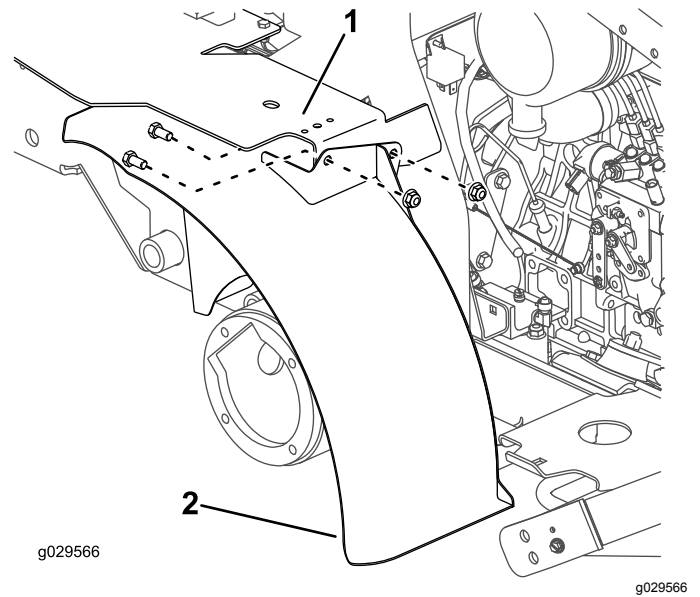

Figura 39
6. Monte, sem apertar, o suporte (na parte de cima do guarda-lamas) ao suporte do depósito de combustível. Utilize dois parafusos ($\frac{3}{8}$ pol. x $\frac{3}{4}$ pol.) e duas porcas ($\frac{3}{8}$ pol.), tal como se ilustra na Figura 39.